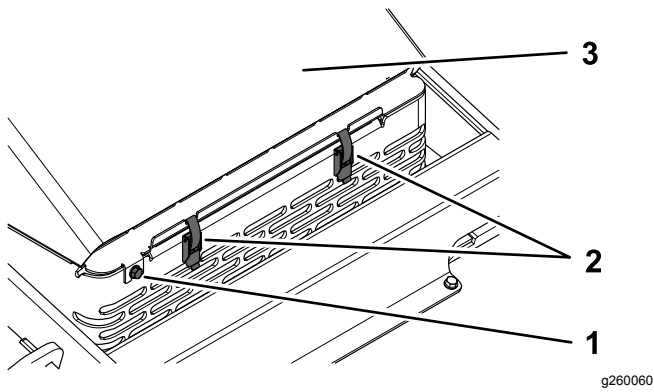

Figure 38
3. Desserrez la vis de verrouillage du capot (Figure 38).
4. Maintenez le capot abaissé et ouvrez les 2 loquets (Figure 38).
5. Ouvrez le capot (Figure 38).
2. Resserrez la vis de verrouillage du capot (Figure 38).